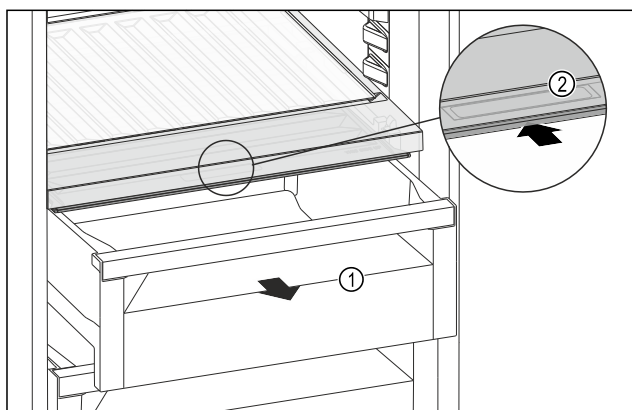

Fig. 224
- ▶ Zásuvku Fig. 224 (1) vytáhněte.
- ▶ Uchopte prohlubeň pro rukojeť Fig. 224 (2) na víko zásuvky a současně zasuňte víko zásuvky směrem dozadu.